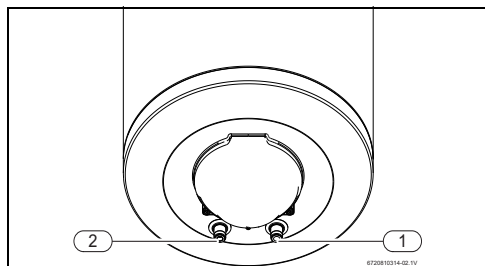

Рис. 7
- Обозначьте трубы горячей и холодной воды соответствующим образом, чтобы не перепутать их (→ рис. 7).